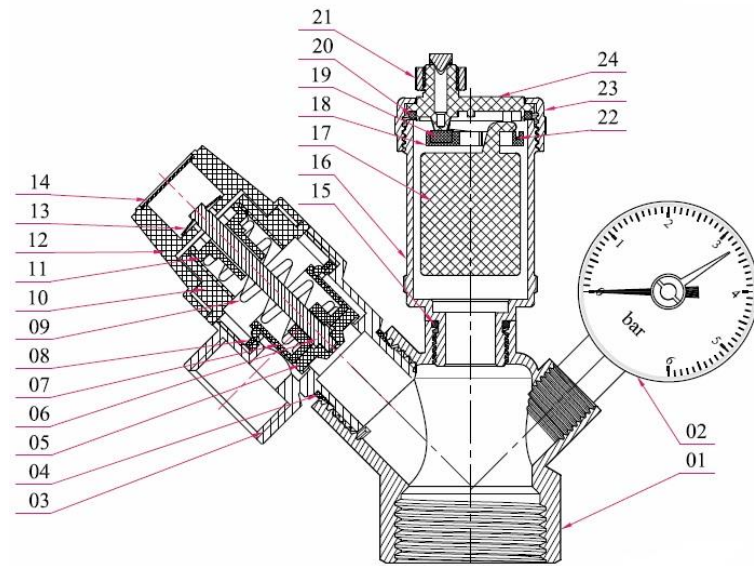

Рис.1
- 2.8 Материалы основных деталей таблица и рис.1.: